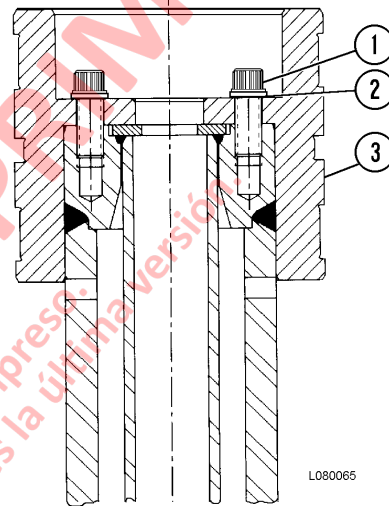

FIGURA 8-23. PISTON DE 3ra ETAPA
2. Alinee y deslice el cilindro de segunda etapa (2) dentro del cilindro de primera etapa (3). Deje que el cilindro de segunda etapa sobresalga lo suficiente para instalar el anillo de retención (9) dentro del cilindro de primera etapa.
3. Monte la caja (4) en la fijación con el extremo de la cubierta hacia arriba. Instale los rodamientos (19) y el sello amortiguador (18), el sello del vástago (20) y el barredor del vástago (21) en la carcasa.
5. Instale los rodamientos (13) y (24) en el cilindro de primera etapa (3). Suba y alinee este conjunto sobre la carcasa (4). Baje los cilindros de primera y segunda etapa en la carcasa.
7. Instale los rodamientos (19), el sello amortiguador (18), el sello del vástago (20) y el barredor del vástago (21) en el cilindro de segunda etapa (2).
8. Conecte un dispositivo de elevación a la argolla del vástago (1) y alinéelo sobre la carcasa (4). Instale un cojinete (25) en el vástago con la esquina biselada hacia la argolla del vástago. Baje el vástago dentro de la carcasa. Lubrique el vástago con aceite hidráulico.
9. Gire la carcasa en 180 grados para colocar el extremo de la cubierta en la parte superior. Saque la barra retenedora que instaló en el paso 6. Instale los bujes (17) y el sello (16) en el retenedor del rodamiento del vástago (6).
10. Atornille dos pernos guía, de 100 mm (4 in) de largo, en el extremo del vástago (1). Instale el sello (8) en el extremo del vástago.
11. Alinee el retenedor del rodamiento del vástago del pistón (6) sobre los pernos guía y bájelo sobre el extremo del vástago (1). Retire los pernos guía.
12. Revise cuidadosamente los pernos (1, Figura 8-23), para ver si hay fatiga. En caso de dudas, reemplace los pernos.
13. Lubrique los tornillos (1) con grasa a base de litio. Instale los tornillos y la placa (2). Apriételos a **780 N·m (575 ft lb)**.